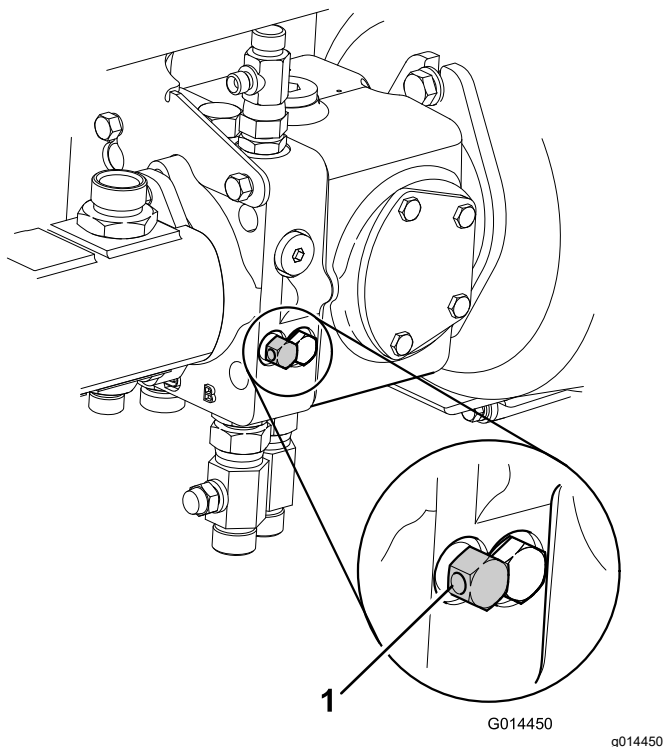

Figura 46
1. Deshabilite el sistema de frenado de servicio hidráulico girando la válvula de desvío (situada debajo de la bomba de la transmisión) en sentido antihorario (Figura 46) un máximo de 3 giros.